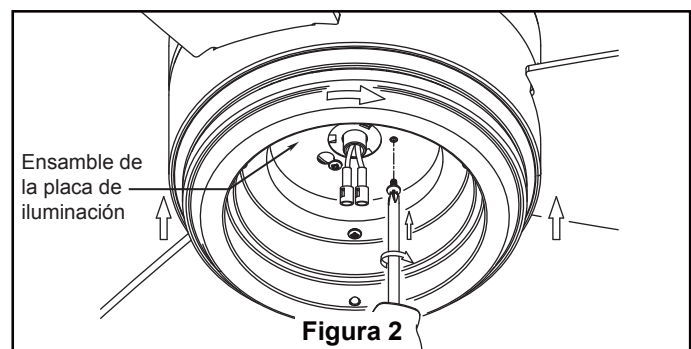

Figura 2
2. Instale la ensamble de la placa de iluminación en el soporte utilizando las dos ranuras principales de conexión. Vuelva a colocar el tercer tornillo y asegure los tres tornillos. (Figura 2)